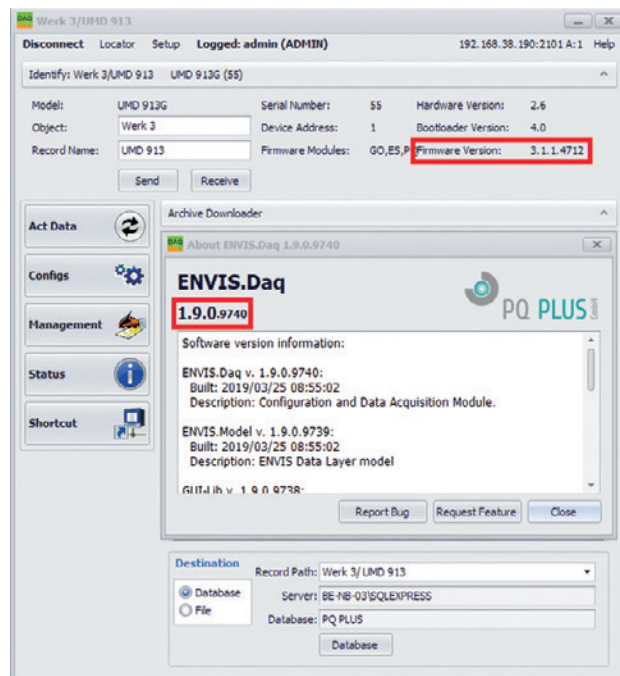

Abbildung 1: ENVIS.Daq — SW- und FW-Version.
- FW-Version ≥ 3.1 , ENVIS-Version ≥ 1.9 (Abb. 1)